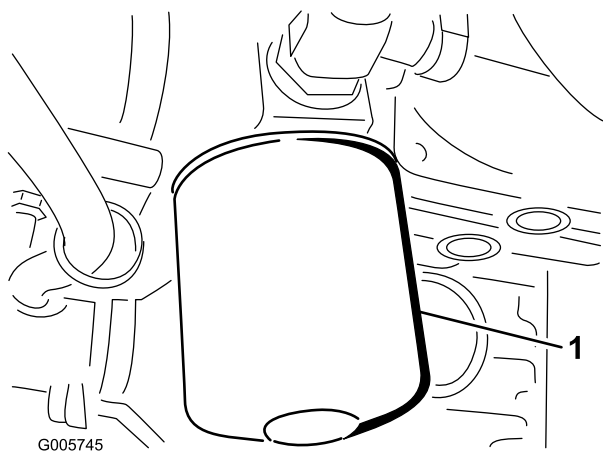

Figura 76
1. Limpe a zona de montagem do filtro do fluido hidráulico. Retire o filtro da base (Figura 76) e limpe a superfície de montagem do filtro.